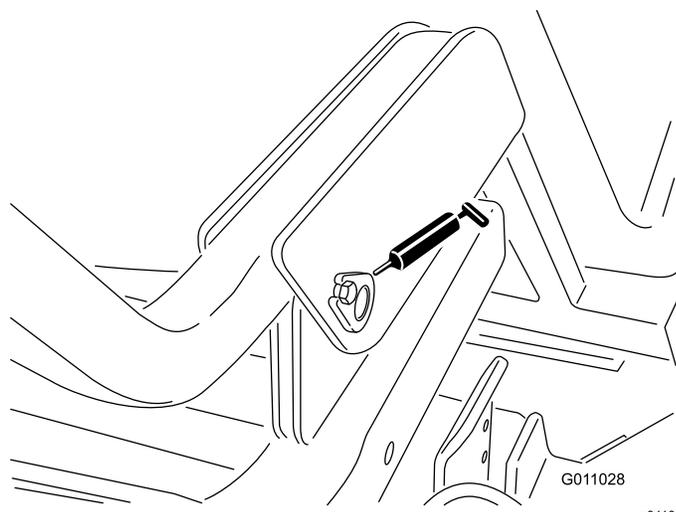

Рисунок 36
- Ось поворота бункера (нижняя) (2 шт.) (Рисунок 36).